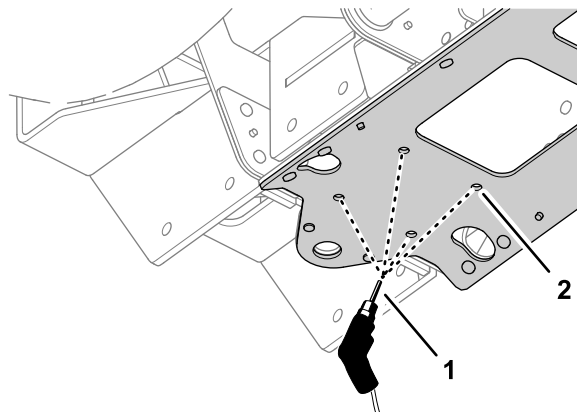

Figura 51
- Perfure 4 orifícios de 10 mm na placa do canal central nas marcas que fez no passo 6, como se mostra na Figura 51.